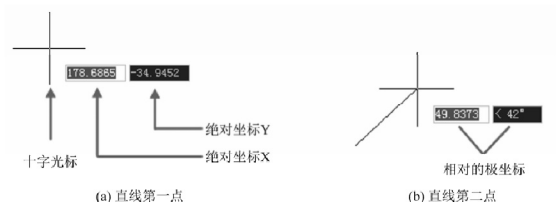
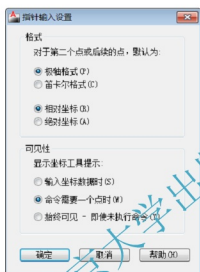

图 2-27 仅启用【指针输入】时，执行【直线】的屏幕显示
图 2-28 【指针输入设置】对话框
(1) **【启用指针输入】**选项组：若仅启用该选项，执行命令时，十字光标附近的工具栏仅显示坐标，可以直接在此输入坐标值。图 2-27 为执行**【直线】**命令时的屏幕显示，图 2-27(a)为系统要求指定直线第一点时的显示，此时工具栏显示的是绝对直角坐标格式；以后各点则皆以默认的相对极坐标显示，如图 2-27(b)所示。单击指针输入下方的**【设置】**按钮，可以调出如图 2-28 所示的**【指针输入设置】**对话框，在该对话框中可以设置坐标显示格式及控制何时显示指针输入工具栏提示。系统默认格式为第二个点和后续点采用相对极坐标(对于 RECTANG 命令，为相对笛卡尔坐标)以及当命令需要一个点时显示坐标工具栏提示，即在工具栏输入数值时，不需要输入@符号。